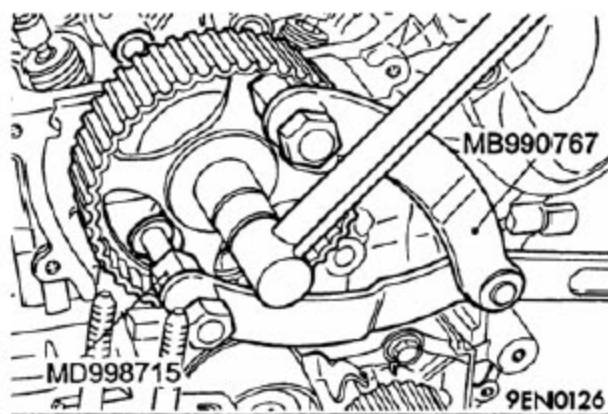

图 3-8
A). 使用图 3-8 所示的专用工具将凸轮轴链轮锁定在相应的位置。